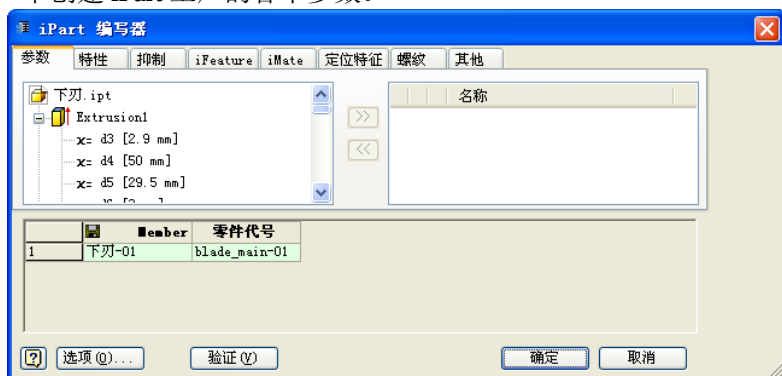

图 3-99 “iPart 编写器”对话框
要创建 iPart 工厂，必须首先打开一个新零件，或是现有零件和钣金零件，然后确定设计的哪一部分要随每个引用一同修改。然后单击【管理】选项卡内【编写】面板中的【创建 iPart】工具按钮 ，则打开【iPart 编写器】对话框，如图 3-99 所示。在该对话框中定义表中表示零件引用的行，指定其参数、特性、螺纹信息、iMate 信息、特征抑制和定位特征包含的各种变化形式。最后保存零件，零件即被自动另存为一个“iPart 工厂”，参数表格在浏览器中也会显示出来。下面简要介绍一下创建 iPart 工厂的各个参数。
(1) 如图 3-99 所示的【参数】选项卡中，左侧的窗口列出了可作为 iPart 的特征及其参数，如果双击某个特征，或选中该特征后单击  按钮，则该特征下的所有尺寸参数都会加入到右边的窗口中，成为 iPart 工厂零件的参数；或双击某个特征的某个尺寸，或选中该特征后单击  按钮，也可将该尺寸加入到右侧的窗口中。
(2) 如果要删除右侧窗口中的某个参数，可选中后单击  按钮即可。
(3) 加入到 iPart 工厂中的参数同时出现在下方的表格中，成为表格的一行。如果要向表格中添加新的一行，创建另外一个引用，可选择表格的一行，然后单击右键，在【打开】菜单中选择【插入行】选项，则会创建一个新的行，新行中的参数数值完全是第一行的复制，用户可以随意修改。